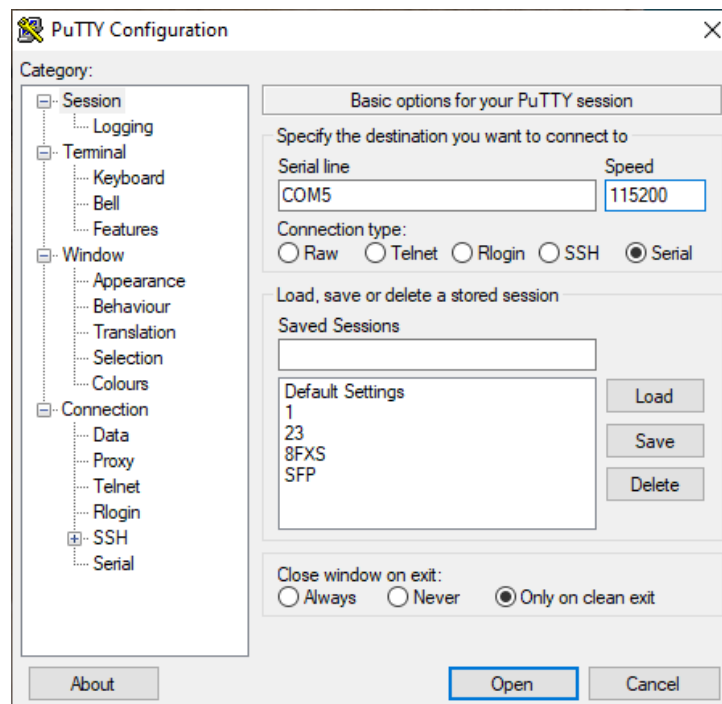

Рис. 2.2.1.3 – Установка параметров
6. После загрузки, нажмите Enter, пройдите авторизацию, по умолчанию таблица 2.1 (Рис. 2.2.1.4).